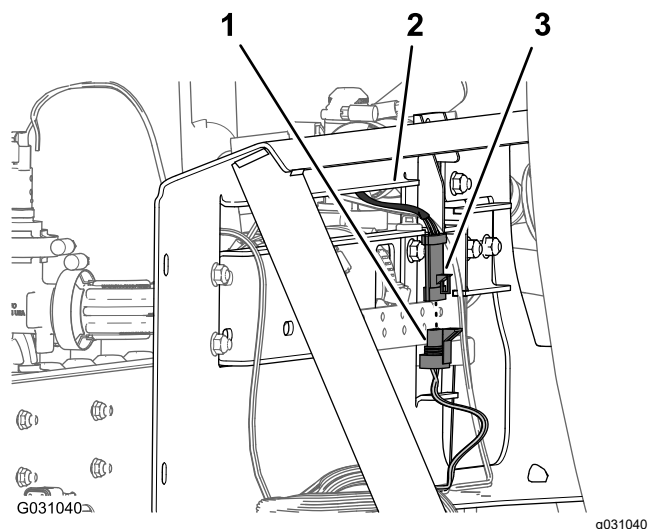

Figura 103
6. Conecte el conector de 3 pines del arnés de la válvula de agitación al conector hembra de 3 vías de la rama de 203 cm (80") del arnés de cables marcado **Agitation Valve** (válvula de agitación) (Figura 103).